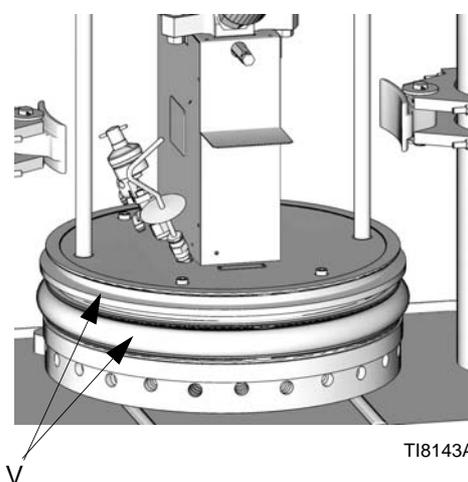

FIG. 22 Pulitori
1. Per sostituire un eccentrico (V) usurato o danneggiato sollevare la piastra del ram per estrarla dal fusto. Assicurarsi di seguire tutte le misure di cautela e gli avvisi. Seguire i passaggi da 1 a 7 della procedura di **Cambio del fusto** a pagina 36. Vedere il manuale di istruzioni 309196 per istruzioni sulla sostituzione dei pulitori a T. Vedere FIG. 22: